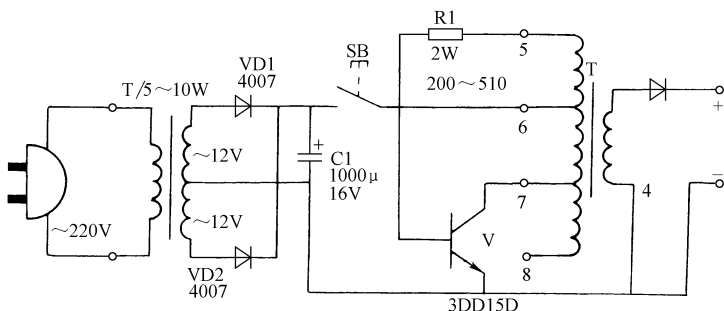

图 5-4 显像管老化复活仪
1) 准备一个自制的“显像管老化复活仪”，电路如图 5-4 所示。